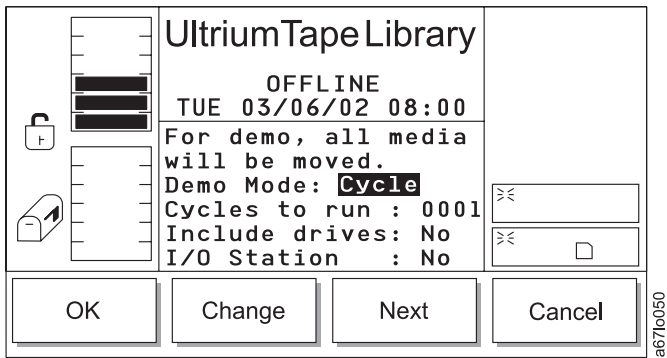

Abbildung 181. Demodialog
- Wird **Demo** ausgewählt, erscheint der Demodialog (siehe Abb. 181 auf Seite 195).
Tabelle 130. Übersetzung von Abb. 181, Demodialog
- Wird **Next** ausgewählt, wird das nächste Feld in der Liste zum aktiven Feld. Ist das Ende der Feldliste erreicht, wird wieder das erste Feld in der Liste zum aktiven Feld (siehe Abb. 181 auf Seite 195).